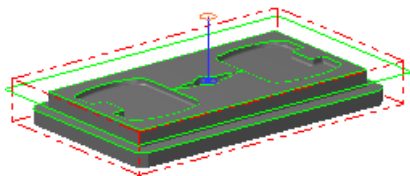

图 20.23 刀具路径
Step7. 单击“2D 刀具路径 – 钻孔/全圆铣削 深孔钻-无啄孔”对话框中的 按钮，完成加工参数的设置，此时系统将自动生成图 20.23 所示的刀具路径。